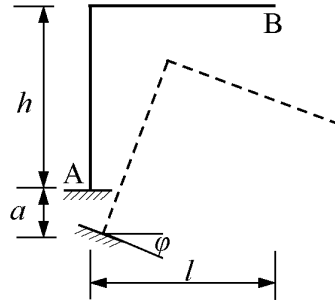

图 5
6. 图 5 所示刚架 A 支座发生支座位移，则 B 端竖向位移为 ()